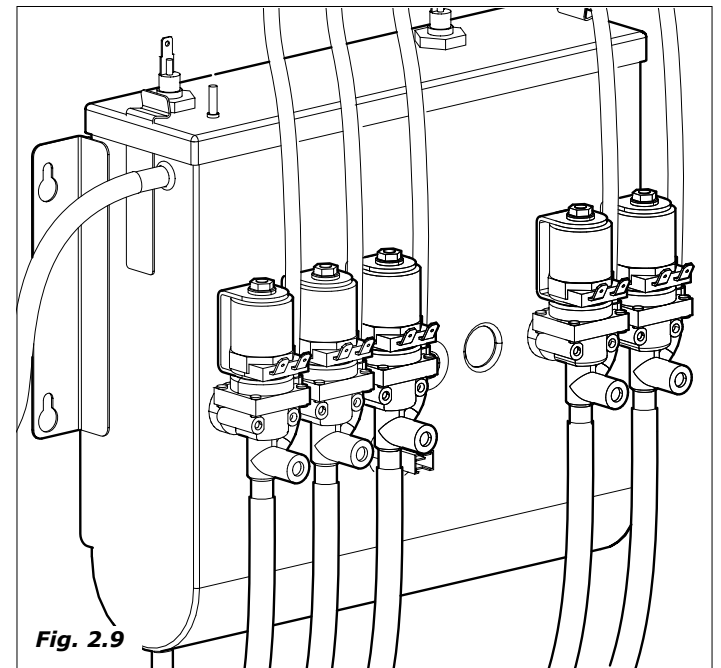
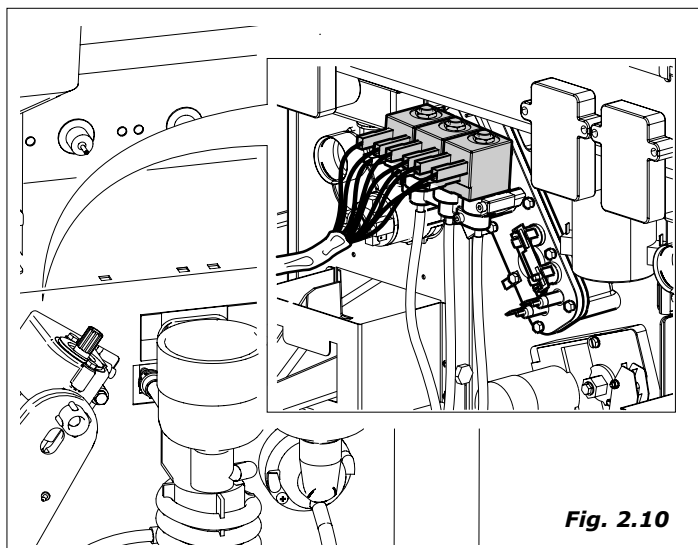

Fig. 2.9
Fig. 2.10
- La electroválvula fijada sobre la caldera solubles (Fig.2.9) o sobre la caldera solubles (Fig.2.9) o sobre la caldera de café (Fig.2.10), se activa para cargar en la batidora la cantidad de agua programada.